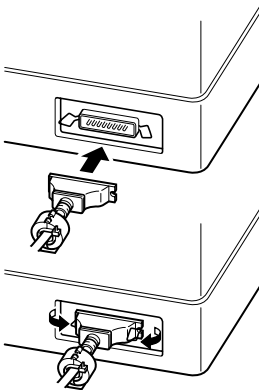

Abb. 4-2 Anschließen des parallelen Schnittstellenkabels
- ① Schalten Sie sowohl den Hostcomputer als auch den Drucker aus.
- ② Stecken Sie einen Stecker des Schnittstellenkabels in die parallele Schnittstellenbuchse am Drucker, und klemmen Sie ihn mit den Haltebügel fest, wie in der Abbildung 4-2 gezeigt.
- ③ Stecken Sie den anderen Stecker des Schnittstellenkabels in die parallele Schnittstellenbuchse am Hostcomputer, und klemmen Sie ihn mit den Haltebügel fest.